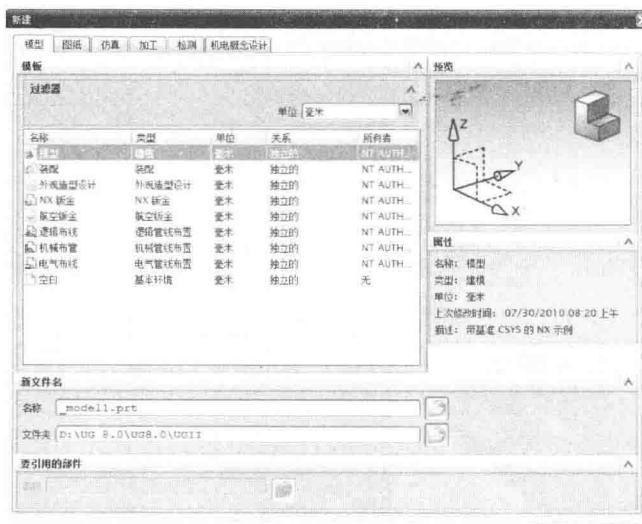

图 1-16 【新建】对话框
(4) 在弹出的【新建】对话框【模板】栏中选择名称为【模型】，类型为【建模】的模板，在新文件名栏中设置如图 1-16 所示的文件名和文件保存的位置文件夹，然后单击【确定】按钮 ，进入建模界面。